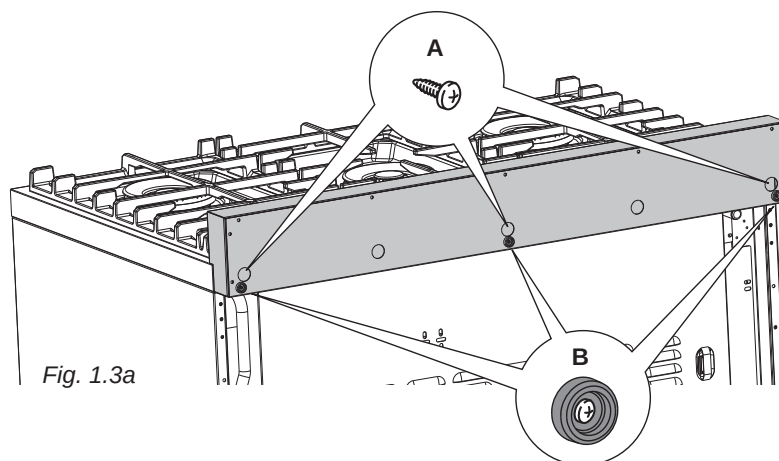

Fig. 1.3a
- Montez le dossier ou la garniture d'îlot tel qu'indiqué à la figure 1.3a ou 1.3b et fixez-le en vissant les 3 vis "A" (déjà fixées à l'arrière de la surface de cuisson).